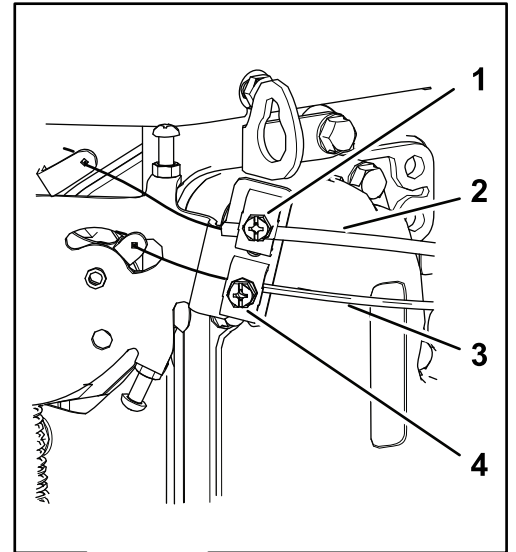

图65
2. 松开将油门拉线外壳固定到发动机上的夹紧螺丝 图65。
4. 向上拉油门拉线的外壳 图65直至油门拉线几乎完全绷紧然后旋紧夹紧螺丝。
2. 松开将阻风门拉线外壳固定到发动机上的夹紧螺丝(图65)。
5. 向上拉阻风门拉线的外壳(图65)、直至阻风门拉线几乎完全绷紧、然后旋紧夹紧螺丝。